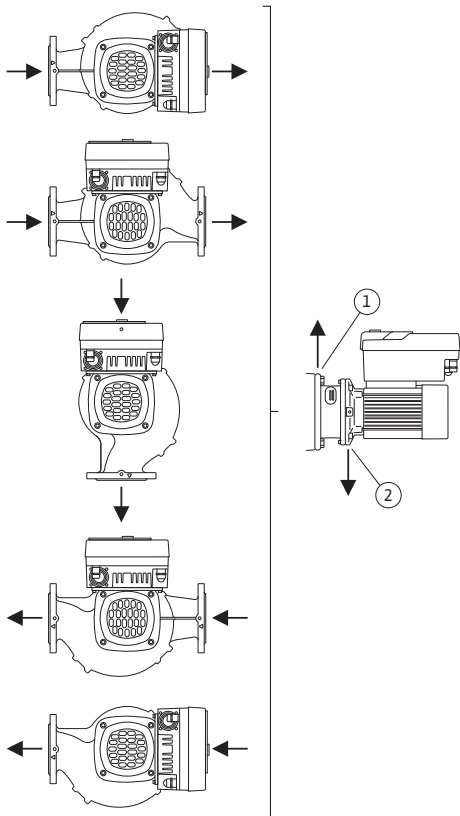

Fig. 17: Leistinos montavimo padėtys su horizontaliu velenu
- Kondensato anga varikliams su horizontaliuju variklio velenu turi būti apačioje (Fig. 17, poz. 2). Jei reikia, pasukite variklį.